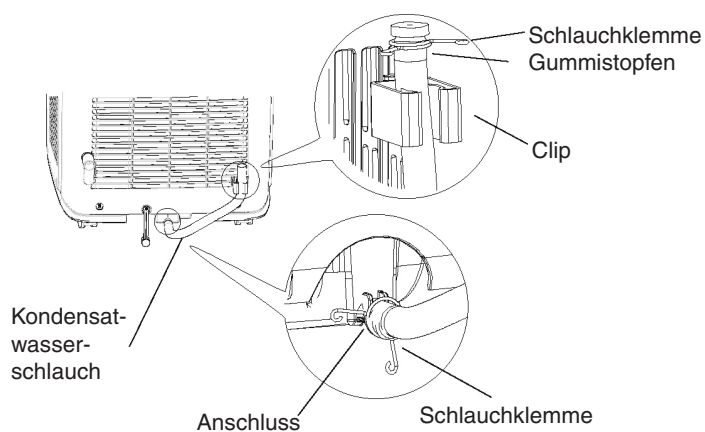

Bild 13: Kondenswasserablaufschlauch anbringen
- Kondenswasserablaufschlauch mit dem mitgelieferten Gummipropfen verschließen und diesen ebenfalls mit einer Schlauchklemme fixieren. Schlauch am Clip befestigen (siehe Bild 13).